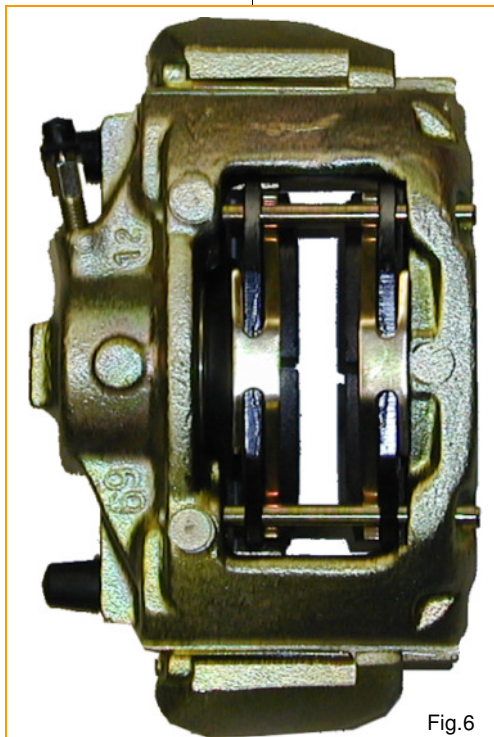

Fig.6
- The calipers are left and right handed. The picture Fig.6 shows you how the pads are installed correctly. Check that the springs are fitted correctly.
- Montieren Sie die Bremsbeläge im Sattel wie in Fig.6 gezeigt. Achten Sie auf den richtigen Sitz der Federn.
See Fig.6
**WICHTIG:** Die Entlüfterschraube am Bremssattel muss nach oben zeigen, ansonsten sind Sie nicht in der Lage Ihr Bremssystem zu entlüften. Siehe Fig.6